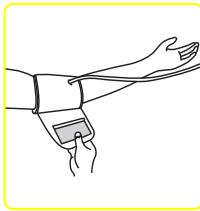

Abb. 4
4. Ziehen Sie die Manschette straff, so dass sich der obere und untere Rand eng um Ihren Arm legen (Abb. 4).